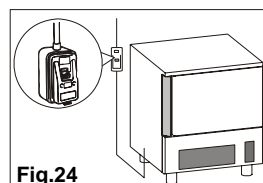

Fig.24
- Het is verplicht boven het apparaat een omipolaire schakelaar te installeren volgens de nationale van kracht zijnde voorschriften. (fig.24)